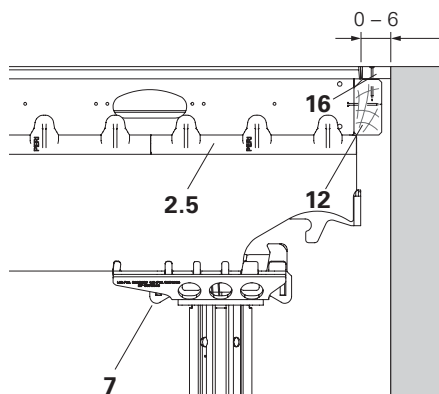

Fig. A5.22
1. Posizionare la testa combi SCK (7) o la testa d'appoggio SSK (6) sotto alla trave (2.5), discostata dalla parete.
2. Inchiodare all'elemento a telaio un travetto di adattamento SPH (12) o un travetto squadrato di lunghezza max. 6 cm.
3. Appoggiare il pannello di rivestimento (16) e inchiodare. (Fig. A5.22 + A5.23)